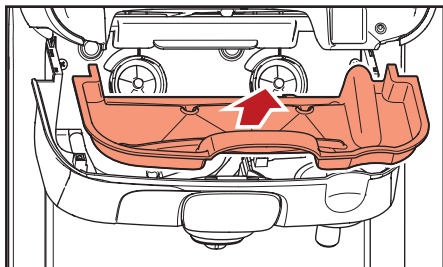

図5.11 - 内ドリフトレイを取り出す
- c. 内ドリフトレイを取り出して、必要に応じて、洗浄します (図 5.11)。